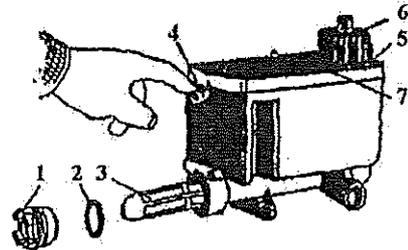
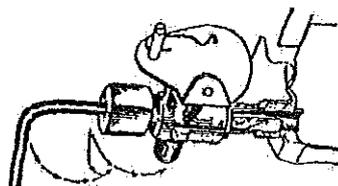

Fig. 4
Fig. 6
### DISTRIBUTEUR (fig. 4)
Si le combustible n'arrive pas au brûleur, s'assurer d'abord qu'il arrive normalement au distributeur. Pour cela ôter la plaque de dessus ① (fig. 4). Le combustible doit être au niveau indiqué par les deux marques en saillie à l'intérieur du distributeur (le niveau correct se situe à la marque intérieure).
- ① Mise de la manette en position 6.
- ② Enclenchement du distributeur par l'intermédiaire du levier ④ (fig. 4).
- ③ Ouverture du robinet du réservoir.
- ① Enclencher le distributeur en appuyant sur le levier ④, un déclat doit se produire (fig. 4).
- ② Ouvrir la vanne du réservoir en dévissant complètement le bouton moleté (sens contraire des aiguilles d'une montre). Celle-ci ne doit être refermée qu'en cas d'arrêt prolongé.
- ③ Positionner la manette d'allure de chauffe entre 2 et 3.
- ④ Ouvrir le starter d'allumage (fig. 6).
- ⑤ Vous assurer que le combustible arrive au brûleur (par le hublot).
- ⑥ Verser un bon verre d'alcool à brûler sur le fond du brûleur (éviter d'en mettre dans le tube inducteur).
- ⑦ Allumer.
**FERMETURE DU STARTER (fig. 6)**
- ① Ramener la manette d'allure de chauffe à 0.
- ② Relever le levier d'enclenchement Ⓢ du distributeur (vous devez entendre un déclic) (fig. 4).
A cette allure la combustion doit se situer à la hauteur des anneaux de ralenti. La flamme doit être à prédominance bleue. Si la flamme est trop haute ou trop faible (dans le fond du pot) agir sur la vis de réglage 'petite flamme' Ⓢ du distributeur (fig. 4) par 1/8 de tour.
A cette allure la combustion doit se situer à la tête du brûleur (couronne de trous supérieurs). La flamme doit être haute et blanche avec base bleutée. Elle ne doit être ni fumeuse, ni se décoller de la couronne. Si la flamme n'est pas normale, agir sur la vis de réglage 'grande flamme' Ⓢ du distributeur (fig. 4) par 1/8 de tour.
### **TUBE D'ALIMENTATION EN COMBUSTIBLE (fig. 6)**
L'emploi d'un combustible de mauvaise qualité peut obstruer le filtre du réservoir et le filtre du distributeur. Dans ce cas démonter les filtres, les rincer dans du combustible propre. Prendre soin de bien replacer le joint d'étanchéité  au remontage (fig. 4).